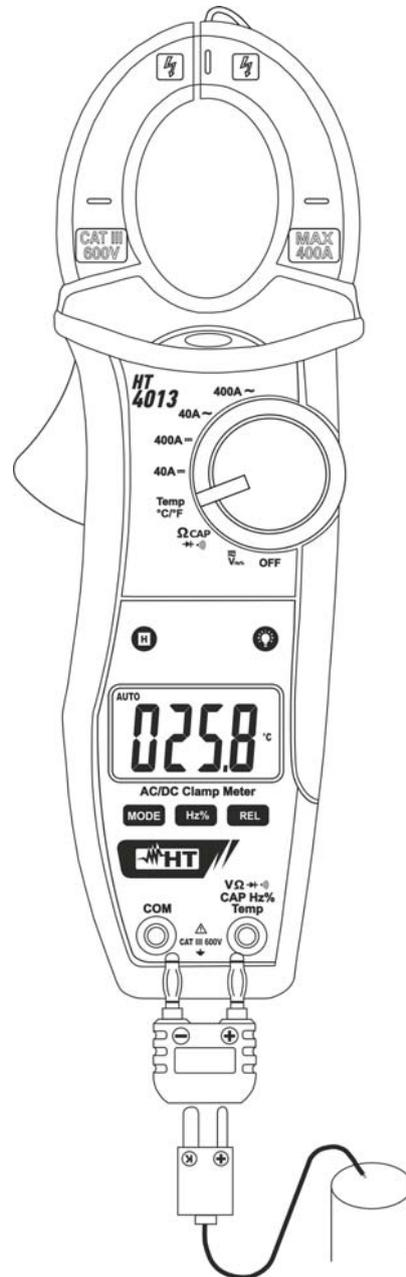

Fig. 9: Utilização da pinça na Medição de Temperaturas com sonda K
3. Inserir a sonda tipo K (fornecida) no terminal de entrada **VΩ → CAP Hz% Temp** e **COM** através do respetivo adaptador, respeitando a polaridade mostrada na Fig. 9. O valor da temperatura é mostrado no display.